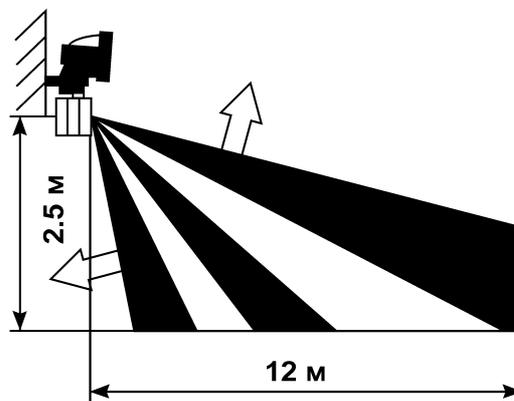
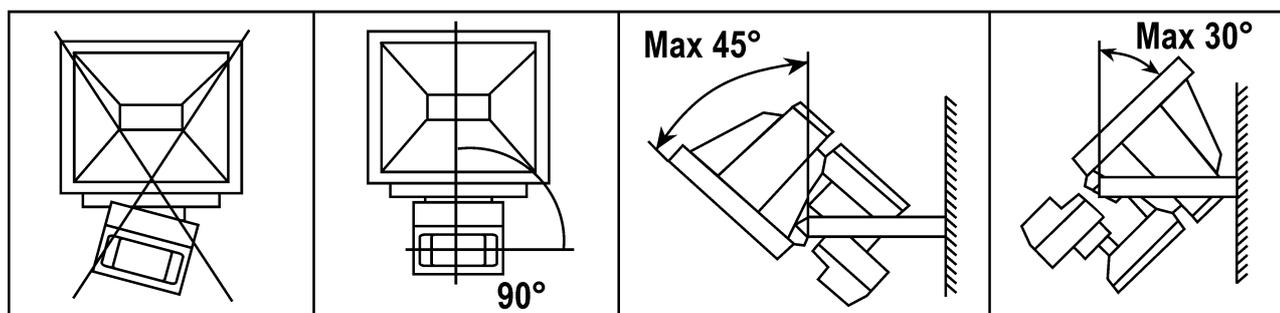

рис.4
рис.5
1. Освещение различных помещений, т.е. автоматическое включение/выключение освещения в подъездах, складах, квартирах (домах), хозяйственных дворах и фермах. Для этого, в зависимости от ситуации, можно применить как вышеописанные комплекты ИК-датчиков с прожекторами, так и отдельно продаваемые датчики. Стоимость комплекта (датчика с прожектором) с галогеновой лампой мощностью 150 Вт – \$8–14, а с лампой 500 Вт – \$12–18. Устанавливают комплект на неподвижных объектах на высоте 2,5...4,5 м (рис.4). Рекомендуемые и допустимые наклоны комплекта согласно инструкции показаны на рис.5.